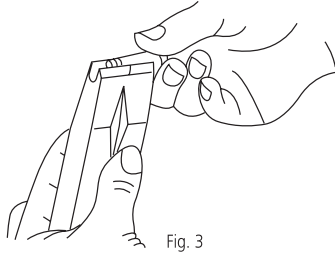

Fig. 3
2. Take the magazine and load it with blank cartridges until it is full. (Fig. 3)
2. Şarjörü alın ve kuru sıkı mermilerle tamamen doluncaya kadar doldurun. (Fig. 3)